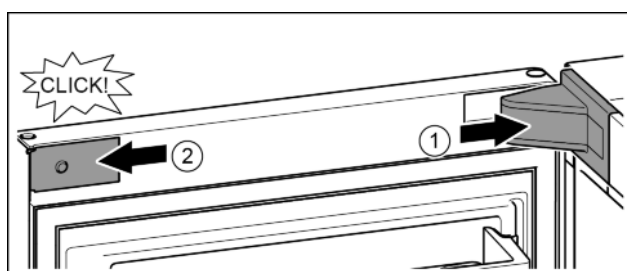

Fig. 20
- ▶ Stavite pokrov podloška ležaja i pustite ga da uskoči, po potrebi ga oprezno razdvojite. Fig. 20 (1)
- ▶ Postavite masku bočno i pustite da uskoči. Fig. 20 (2)